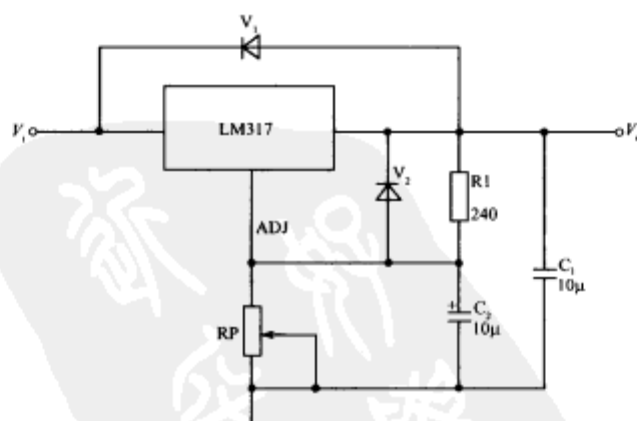

图 14-14 LM317 的基本应用电路
LM317 的基本应用电路如图 14-14 所示。
此外,图 14-14 中的其他几个元件的作用分别为: C_1 是防自激振荡电容,要求使用 $1\mu\text{F}$ 的钽电容; C_2 是滤波电容,可滤除 RP 两端的纹波电压; V_1 和 V_2 是保护二极管,可防止输入端及输出端对地短路时烧坏稳压器的内部电路。
- (1)防止将引脚接错。无论是测试还是上机安装使用时,均应将各引脚都正确接入电路后方可加电。
- (2)输入电压范围选择要正确。稳压器内部晶体管有一定的耐压值,在工作时要保证整流输出的直流脉动电压峰值不大于稳压器允许的最大输入电压。
- (3)注意外部接线位置的正确选择。取样电阻 R_1 要接在稳压器的输出端和调节端。稳压器的接地端应接在负载的接地端,而负载的正端则要紧靠稳压器的输出端。
- (4)必须外接保护二极管,如图 14-14 中的 V_1 和 V_2 。这两只二极管能有效地防止输入、输出端对地短路时损坏稳压器。
- (5)大功率使用时,要加适当的散热器。